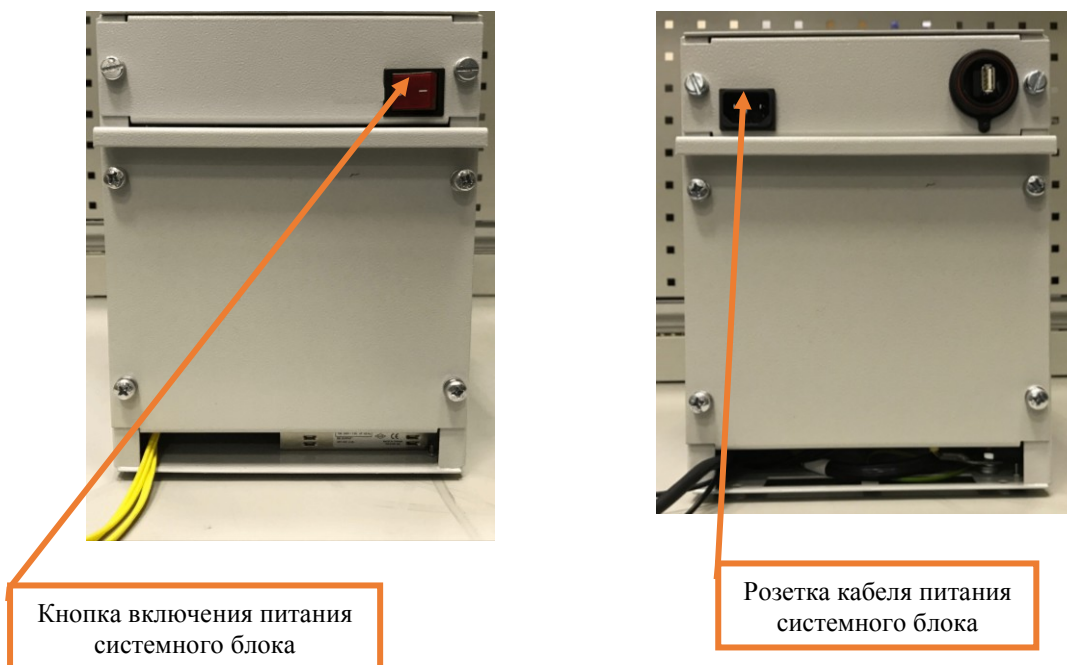

Рисунок 2. Отключение питания системного блока.
7.1.3 Отключить электропитание, установив кнопку включения на передней панели в положение «0», извлечь вилку кабеля питания из розетки «220 В» и розетку кабеля питания из системного блока (Рисунок 2). Отсоединить кабели клавиатуры, манипулятора типа «мышь», монитора и принтера от системного блока.
7.1.9 Вставить розетку кабеля питания в системный блок (Рисунок 2) и вилку кабеля питания в розетку «220В», включить электропитание, установив кнопку включения на передней панели в положение «I» (Рисунок 2).